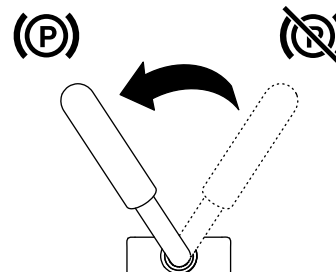

Bild 14
- Drehen Sie den Hebel nach links, um die Feststellbremse zu aktivieren (**Bild 14**).